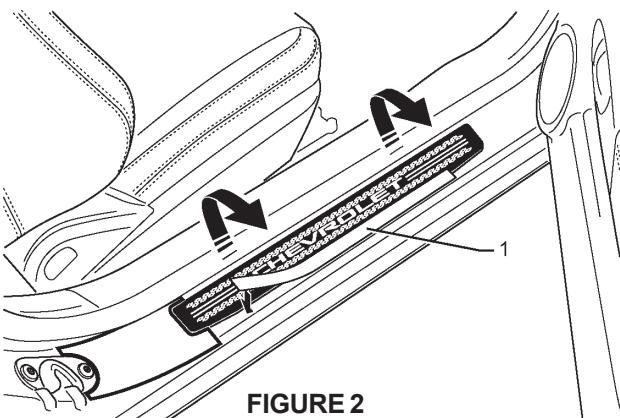

FIGURE 2
- Poser un adhésif (1) le long de la décalcomanie de bas de porte pour la mettre en place, tourner l'enjoliveur d'entrée de porte et déposer la pellicule protectrice. Se reporter à la Figure 2.